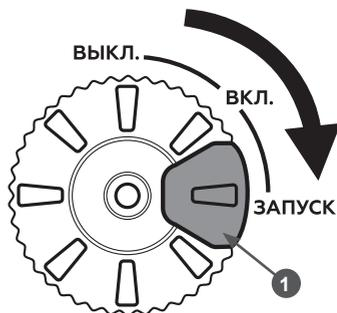

Рис. 15. Положения многофункционального рычага
5. Поверните многофункциональный рычаг сначала в положение «ВКЛ.», затем в положение «ЗАПУСК» (Рис. 15). При этом включается цепь зажигания, открывается топливный кран и закрывается воздушная заслонка карбюратора.
При запуске прогретого двигателя воздушную заслонку карбюратора закрывать не нужно. При запуске прогретого двигателя устанавливайте многофункциональный рычаг в положение «ВКЛ.» (Рис. 15).
- По мере прогрева двигателя (как только двигатель начнёт «захлёбываться») постепенно открывайте воздушную заслонку (поворачивайте многофункциональный рычаг из положения «ЗАПУСК» в положение «ВКЛ.») (Рис. 15). Прогрев двигателя в зависимости от температуры окружающей среды занимает не более 1 минуты.
- Поверните многофункциональный рычаг сначала в положение «ВКЛ.», затем в положение «ЗАПУСК» (Рис. 15). При этом включается цепь зажигания, открывается топливный кран и закрывается воздушная заслонка карбюратора.
- Нажмите кнопку 1 выключателя электрического стартера и удерживайте её (Рис. 15). После запуска двигателя отпустите кнопку.
При возникновении аварийной ситуации, для экстренной остановки двигателя генератора поверните многофункциональный рычаг в положение «ВЫКЛ.» (ВЫКЛЮЧЕНО) (Рис. 15).
3. Поверните многофункциональный рычаг в положение «ВЫКЛ.» (ВЫКЛЮЧЕНО) (Рис. 15).